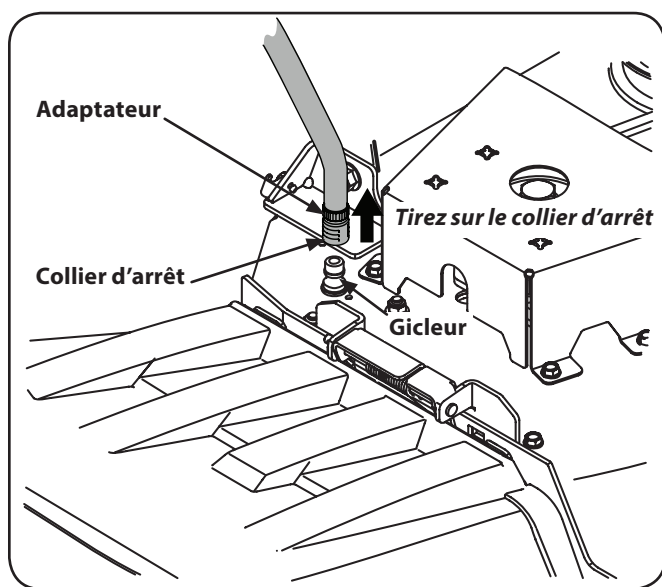

Figure 6-2
3. Tirez sur le collier d'arrêt de l'adaptateur et installez l'adaptateur sur un des gicleurs situés aux deux extrémités du plateau. Relâchez le collier d'arrêt pour fixer l'adaptateur sur le gicleur. Voir Figure 6-2.